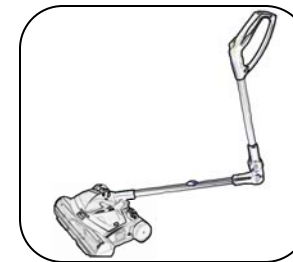

Fig. 11
- Para aspirar debajo de los muebles, presione el botón de liberación del mango y haga presión para doblar el mango de la barredora hacia adelante. La pivote delantero se saldrá de la posición trabada para aumentar el rango de movimiento, permitiéndole limpiar fácilmente debajo de sillones, camas y sillas. (Fig. 11)
5. To sweep under furniture, press the handle release button and apply pressure in order to bend the sweeper's handle forward. The top forward folding pivot will release from the locked position for increased range of motion, allowing you to easily reach under sofas, beds, and chairs. (Fig. 11)